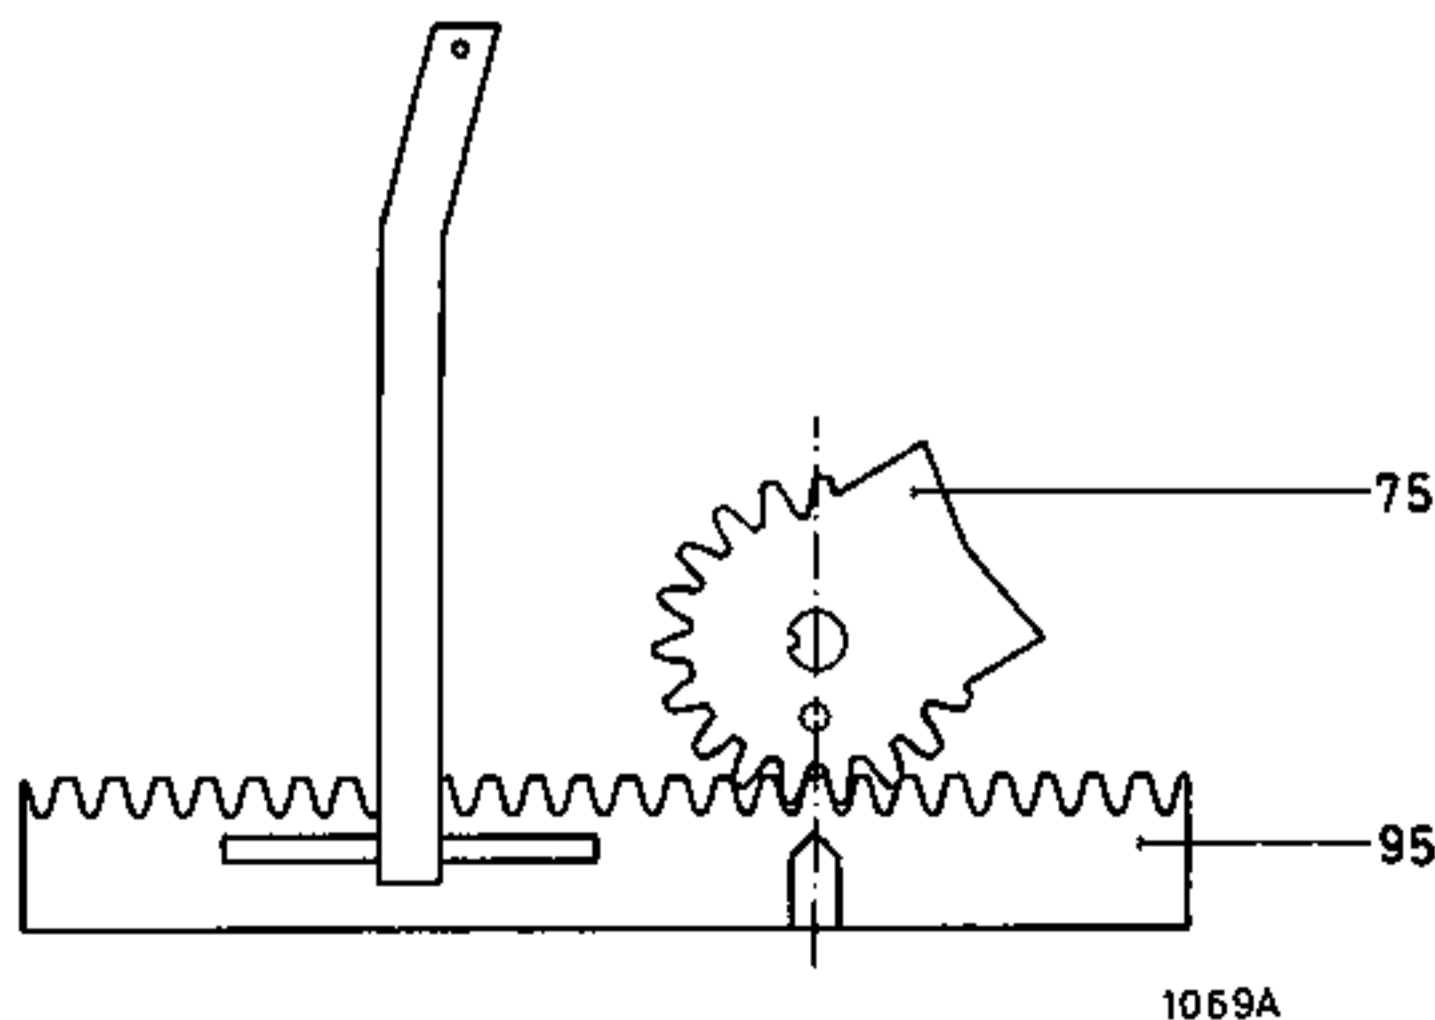

Fig. 1
1. Mount gearwheel 75 and guide bracket 95 as shown in Fig. 1.
1. Procéder au montage de la roue dentée 75 et de l'étrier-guide 95, selon la fig. 1.
1. El montaje de la rueda dentada 75 y de la palanca de guía 95 debe ser efectuado según indica la fig. 1.
1. De montage van tandwiel 75 en geleidingsbeugel 95 moet geschieden volgens fig. 1.
1. Die Montage von Zahnrad 75 und Führungsbügel 95 muss gemäss Abb. 1 erfolgen.